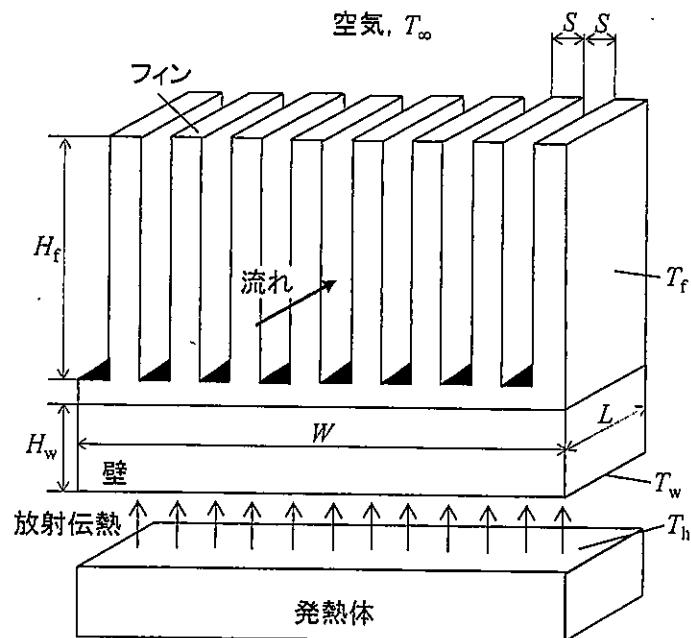

図 1-3
II. 図 1-3 に示すように、表面温度がそれぞれ  $T_h$  と  $T_w$  の発熱体と壁が対向して置かれ、壁に設置されたフィンに温度  $T_\infty$  の空気が吹きつけられている。ここで、 $T_h$  と  $T_\infty$  は一定とする。発熱体から壁への伝熱としては無限平板間を仮定した熱放射のみを考慮すれば良く、系全体は熱的に定常状態にある。なお、発熱体、壁、フィン群の幅を  $W$ 、奥行きを  $L$  とする。また、フィンからの熱伝達は強制対流（層流）のみによって生じ、フィンの間隔  $S$  はフィン表面に発達する境界層の厚さより十分に大きいとする。ここで、フィンの底面（黒く塗り潰されている面）や上端の影響は無視できる。加えて、フィンの熱伝導率は大きく、その温度  $T_f$  は場所によらず一様とする。ステファン・ボルツマン定数を  $\sigma$  とする。
(1) 図 1-4 に(A)発熱体と壁の間の熱放射と、(B)壁の熱伝導およびフィンの熱伝達の一次元等価回路を示す。ここで、 $Q$  は単位時間当たりに通過する熱量である。なお、(A)の熱放射の場合は、 $\sigma T^4$  を電位に対応させる。また、図 1-3 に示すように、壁の厚さ、フィンの高さ、フィンの幅はそれぞれ  $H_w$ 、 $H_f$ 、 $S$  とする。さらに、壁の熱伝導率を  $\lambda$  とする。発熱体と壁は黒体とみなして以下の設問に答えよ。